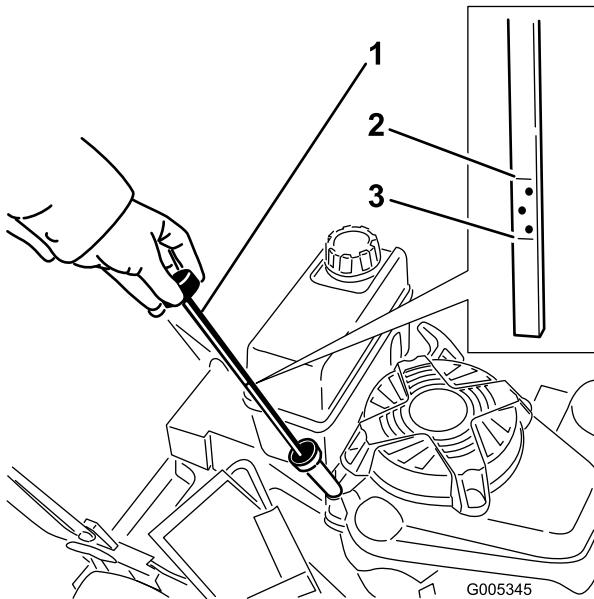

Figure 10
Avant chaque utilisation, vérifiez que le niveau d'huile arrive entre les repères maximum et minimum de la jauge (Figure 10).
2. Nettoyez la surface autour du bouchon de remplissage (Figure 10).
6. Sortez de nouveau la jauge et vérifiez le niveau d'huile (Figure 10).